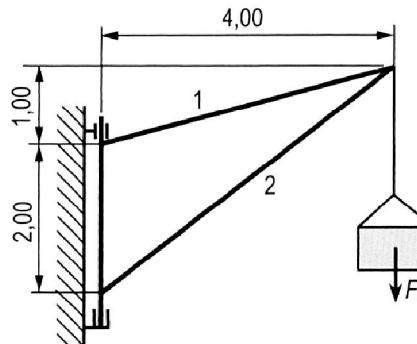

Bild 3.17: Wandkran
- Wie groß sind die Kräfte in den Stäben 1 und 2 des Wandkrans (**Bild 3.17**), wenn auf ihn eine Last mit der Gewichtskraft $F_G = 9,6 \text{ kN}$ wirkt?